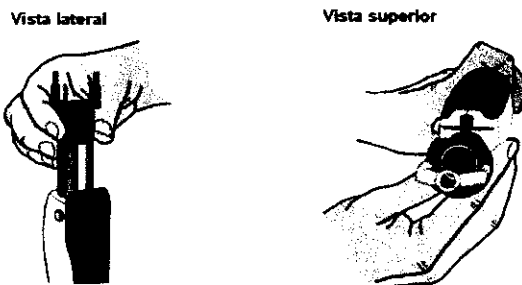

Figura 2-16: Inserte el cartucho de lentes en el conjunto del aplicador
2. Alinee la pieza plana del cartucho de lentes con la protuberancia plana del conjunto del aplicador (consulte la Figura 2-16) y después empuje con suavidad el cartucho de lentes en su posición.